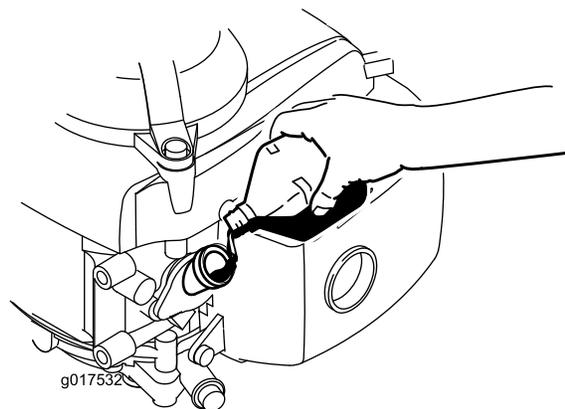

Bild 6
3. Gießen Sie **langsam** etwas Öl in das Füllloch, warten Sie drei Minuten und prüfen Sie den Ölstand am Peilstab; wischen Sie den Peilstab ab und setzen Sie den Ölfülldeckel in das Loch, **schrauben Sie ihn nicht ein** (**Bild 6**).